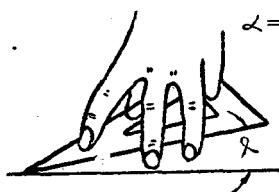
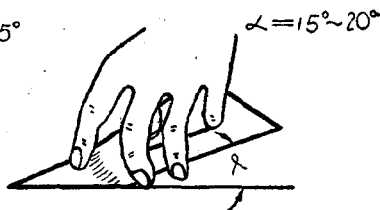

图 2
图 3
在描好粗圓弧以后, 图紙上显然有些地方还是潮湿的, 在这种情况下就可以把三角板悬空而繼續工作(图 2 及图 3)。
(1) 以指 1 豎直按住三角板的一边,以指 3、4 豎直按住三角板的另一对边,把指 2 稍为用力但很自然的斜放在三角板的角上,指 5 不起作用,这样由于指 1、3、4 的豎直按住三角板的两边使三角板后面悬空,整个三角板与台面的接触仅只有指 2 所揪住的一角的尖头。三角板与台面悬空的度数大約为 $10^\circ \sim 15^\circ$ (图 2)。
这种方法适用于图面并不潮湿的时候用来描较短的线条用，由于用手抓住三角板以后能迅速移动以加快速效率(图3)。